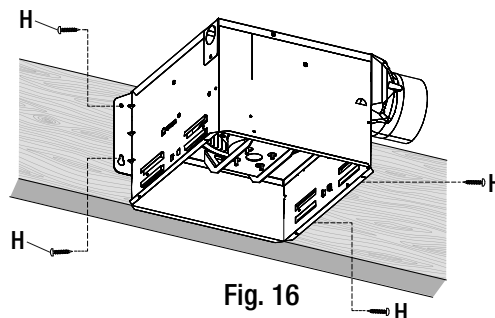

Fig. 16
- Fixer le ventilateur à la solive de plafond à l'emplacement souhaité. Ce ventilateur offre plusieurs façons pratiques de fixer le boîtier aux solives de votre plafond (qu'elles soient conventionnelles ou « en I »). Choisir la méthode la mieux adaptée à la construction de votre plafond, comme illustré aux figures 16 et 17.